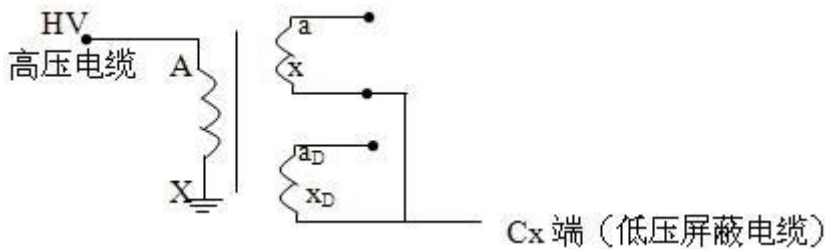

图 8 末端屏蔽法接线
2) 末端屏蔽法（正接线方式），见图 8，可施加 10kV 电压，由于电压在 AX 绕组的不等压分布，电容量值比常规法要小很多。